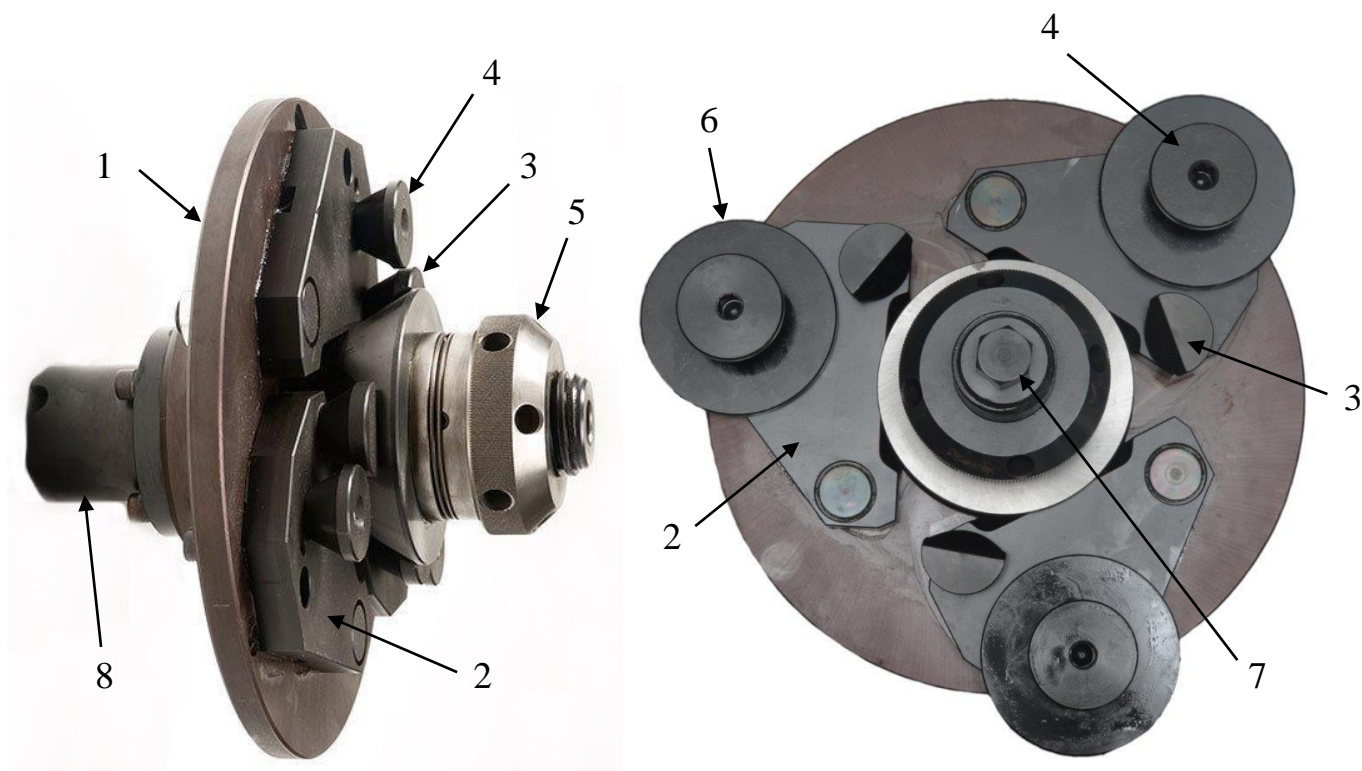

Рис. 5.2.
В зависимости от диаметра центрального отверстия колеса и толщины края обода, на адаптер необходимо установить соответствующие конусные пальцы и шайбы. Для уменьшения расстояния между пальцами, гайку 5 рис. 5.2 требуется слегка вывинтить.
Затянуть гайку адаптера 5 рис. 5.2 так, чтобы пальцы подошли к краю центрального отверстия обода (3) рис. 5.13